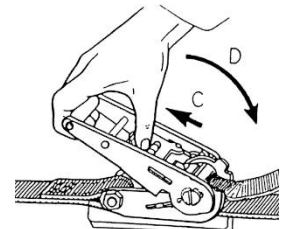

図3
- ① ラチェットレバーを、矢印のC方向に引き上げながら、矢印のD方向にラチェットバックルを180°回転させると、ベルトが緩みます。後は、巻取側ベルトを巻取部から引き出して下さい（図3参照）。